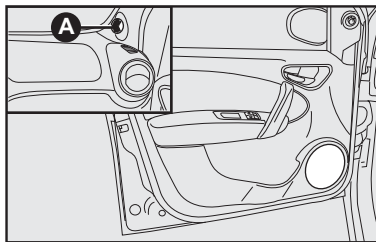
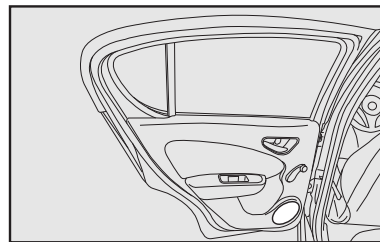

fig. 105
fig. 106
- alto-falantes na porta dianteira e traseira **fig. 105** e **fig. 106**.
- Tweeters (15W) nas colunas das portas dianteiras, detalhe **A-fig. 105**.